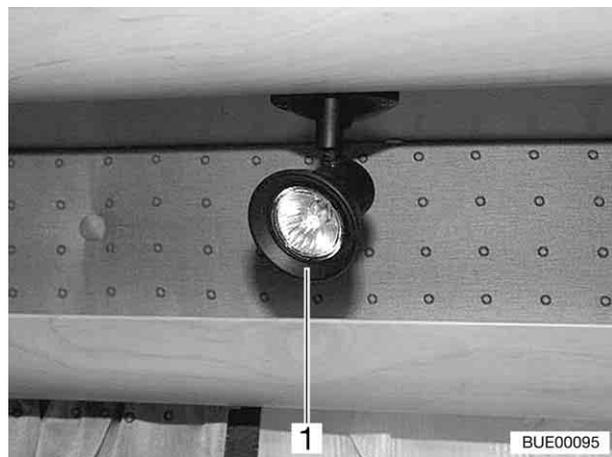

Bild 199 Halogenspot (Variante 3)
- Äußeren Ring (Bild 199,1) nach links drehen, bis er sich vom Gehäuse löst.